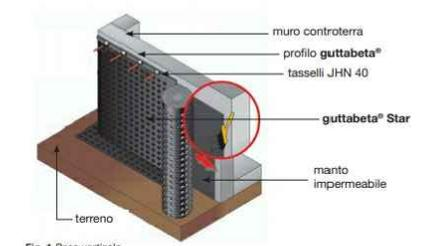

Fig. 1 Posa verticale
- Posa a protezione dei muri controterra (fig.1)**